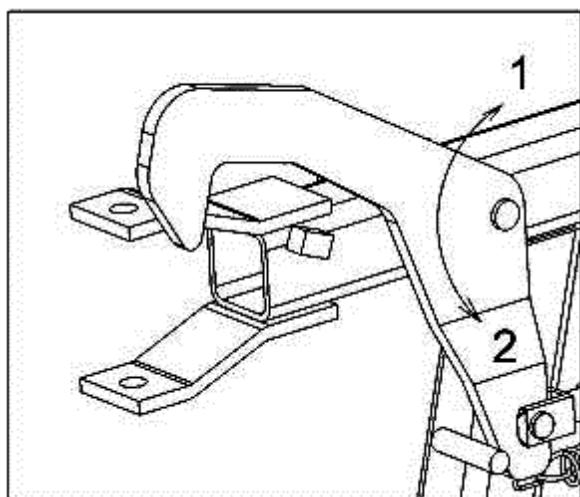

Рисунок 9.
- Открыть предохранительные крюки (рис. 9), при помощи гидравлического распределителя простого действия (положение 1).
- Закрыть предохранительные крюки (рис. 9), при помощи гидравлического распределителя простого действия (положение 2).